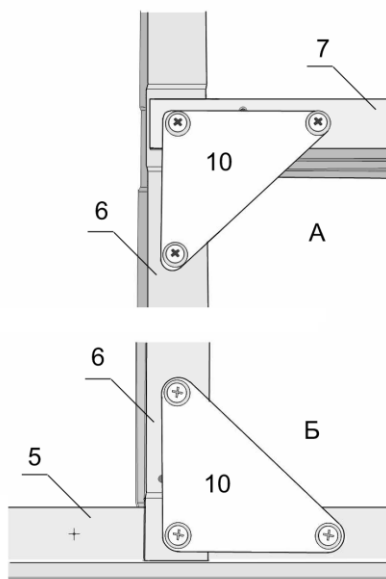

Рис.7
3.2.4. Поверните дверной проём внутренней стороной теплицы кверху и произведите крепление стоек дверного проёма №6 и перемычки № 7 вместе с косынками № 10 для фиксации двери в закрытом состоянии (см. рис. 7-А; Б).